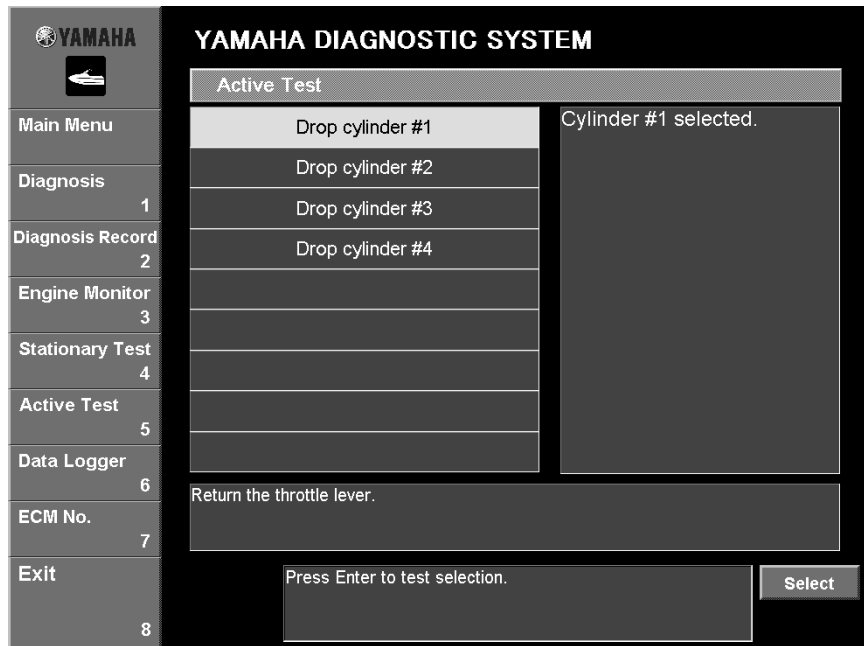

Fig. 55
1. Select which ignition and fuel you wish to cut by either clicking it or pressing the up or down arrow keys on your keyboard. (Fig. 55)
2. Click the **Select** button or press the Enter key on your keyboard. (Fig. 55)
1. Sélectionner le cylindre sur lequel l'allumage et l'injection de carburant seront coupés en cliquant dessus ou en utilisant les touches haut ou bas du clavier (Fig. 55).
2. Cliquer sur le bouton **Select** ou appuyer sur la touche Entrée du clavier (Fig. 55).
1. Wählen Sie welche Zündung und Kraftstoffzufuhr gestoppt werden soll, entweder durch Anklicken oder durch Benutzung der Pfeiltasten auf Ihrer Tastatur aus. (Abb. 55)
2. Klicken Sie auf **Select** oder drücken Sie die "Enter"-Taste Ihrer Tastatur. (Abb. 55)
1. Seleccione el encendido y el combustible que desea cortar, haciendo clic en ella o bien pulsando la flecha arriba o abajo del teclado. (Fig. 55)
2. Haga clic en el botón **Select** o pulse la tecla Intro en el teclado. (Fig. 55)